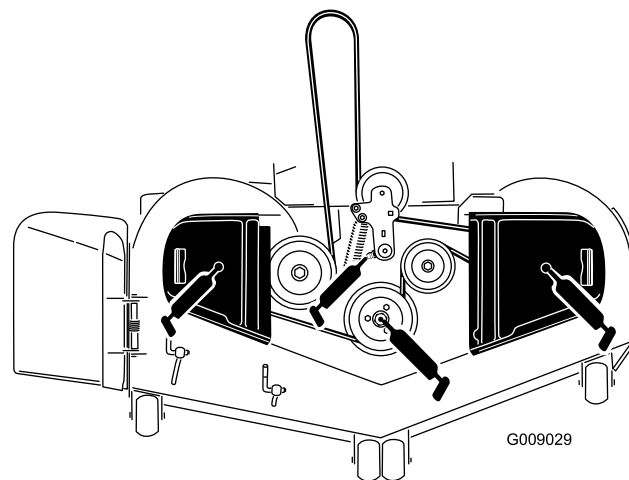

Figura 44
3. Lubrificare il perno della puleggia tendicinghia del piatto di taglio finché non fuoriesce grasso dalla parte inferiore (Figura 44).
4. Lubrificare i raccordi sulla parte superiore dei 3 cuscinetti del mandrino finché il grasso non fuoriesce (Figura 44).
5. Ingrassare il braccio di rinvio della cinghia di trasmissione (Figura 44).